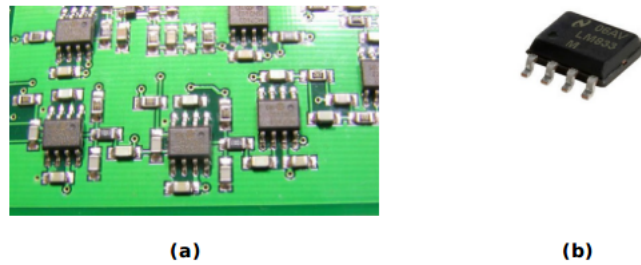

Figura 28: (a)Exemplo de uma placa com componentes "SMD"soldados. (b) Exemplo de um "SMD"isolado.
- SMD *Surface Mounting Device* - também conhecido como tecnologia de montagem superficial, diferente do que a muitos anos acontece, nesse tipo de montagem não ocorre a solda dos componentes em terminais que perfuram as placas PCB, mas são montados diretamente sobre a superfície da placa, como mostra a Figura 28;